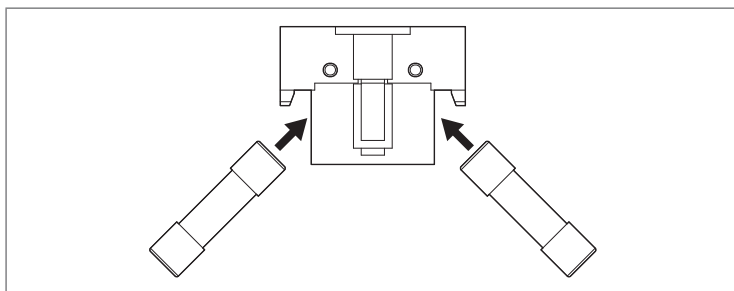

Рис. 6.4
6. Вставьте поставляемые запасные предохранители под углом в блок предохранителей (рис. 6.4).